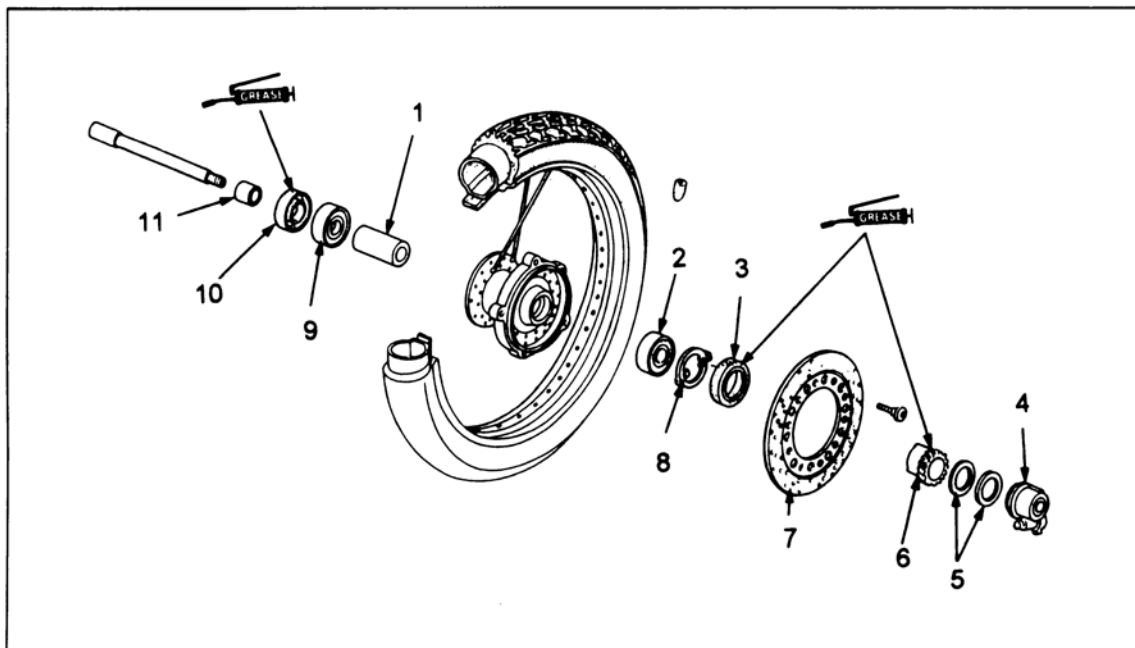

Bild 182
- Von links Tachogetriebe-Halter (8) Bild 182 so einsetzen, dass Zungen auf Schlitz der Radnabe ausgerichtet sind.
- Tachogetriebe (6) mit zwei Unterlegscheiben (5) in Tachoeantrieb (4) gefettet einbauen und so in Radnabe einsetzen, dass Zungen auf Schlitz der Radnabe ausgerichtet sind.